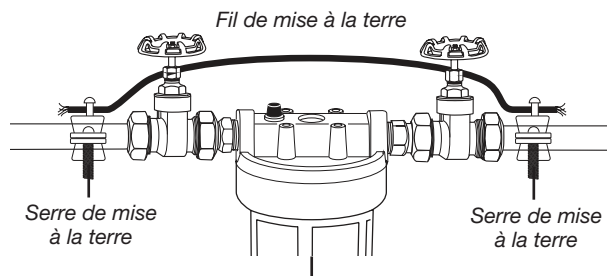

Figure 3
5. Installez l'ensemble de mise à la terre WHKF-GRND de Whirlpool (voir la Figure 3) dans les systèmes de conduits en métal.